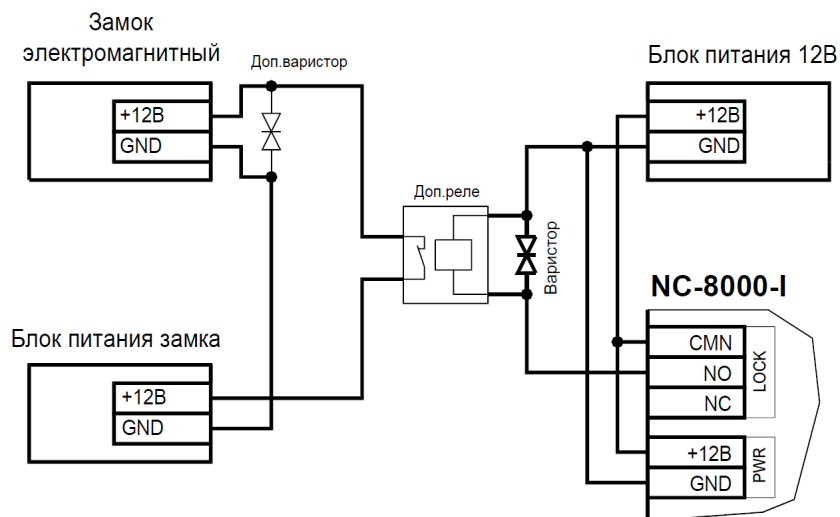

Рисунок 12. Схема подключения замка с большим током потребления
- Установите дополнительное промежуточное реле (рисунок 12).
Реле должно срабатывать от напряжения 12 В, подаваемого от контроллера, а исполнительные контакты – обеспечивать длительную многократную коммутацию силовой цепи замка. Настоятельно рекомендуется установить дополнительный варистор на стороне замка (рисунок 12). Обратите внимание, второй варистор в комплект поставки не входит.